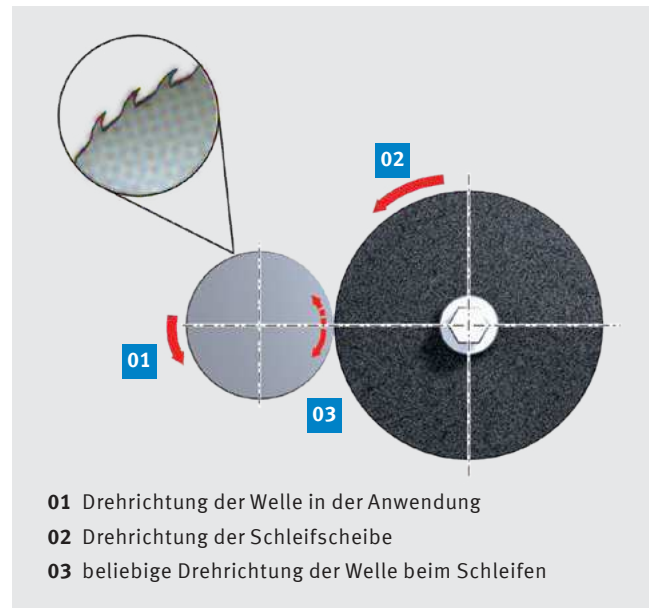

Abb. 43: Schleifen einer Gusswelle
- Sphäroguss (GGG) hat ein offenes Oberflächengefüge und ist darum auf $R_z 2$ oder besser zu schleifen. Abb. 43 zeigt den Drehsinn von Gusswellen in der Anwendung. Dieser sollte dem Drehsinn der Schleifscheibe entsprechen, da in der entgegengesetzten Drehrichtung größerer Verschleiß entsteht.